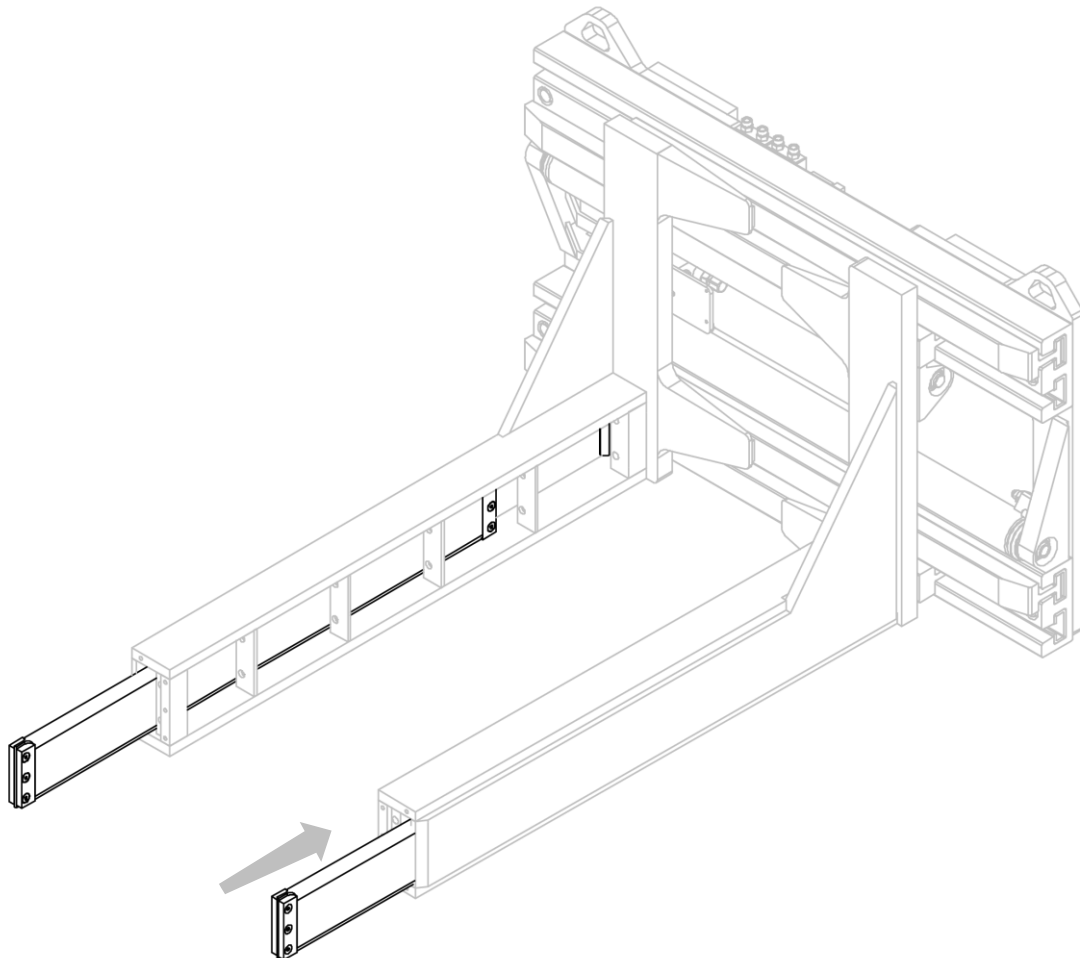

Abbildung 17
2. Setzen Sie die Gummistützen in ihre Aufnahmen (siehe *Abbildung 17*).